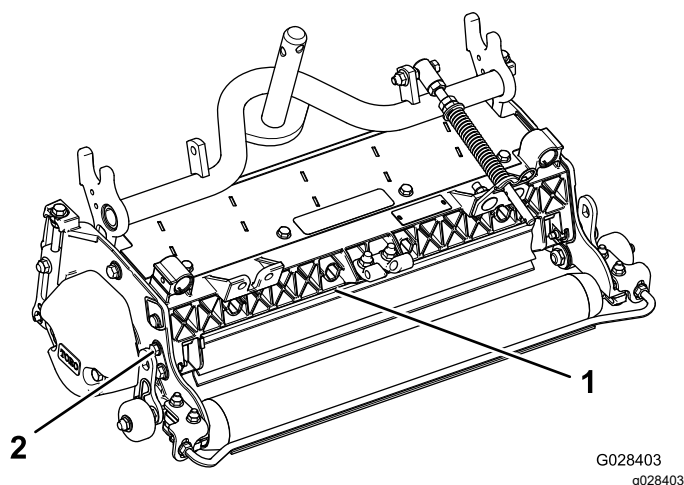

Рисунок 10
1. Ослабьте болты оси поворота щитка (Рисунок 10).
2. Переведите щиток в требуемое положение и затяните болты (Рисунок 10).